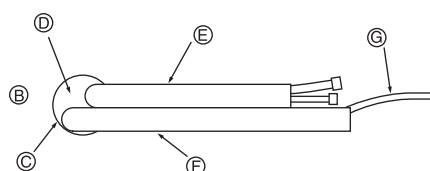

Fig. 3-5
- ②-① Para as tubagens da retaguarda esquerda, extraia os tubos do furo para determinar o seu comprimento exacto e vergue-os. A unidade interior deve ser fixada na placa de montagem na parede. (Fig. 3-5)